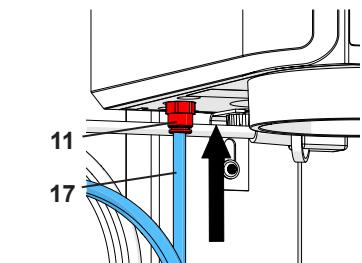

Abb. 5-a
Bei früheren Geräten ist der Eingangsfilter (12) außerhalb des Geräts angeordnet (Abb. 5-b). In diesen Fällen den Druckluftschlauch (17) in den in Eingangsfilter (12) einschieben. Dabei ist ein leichter Widerstand spürbar zu überwinden.